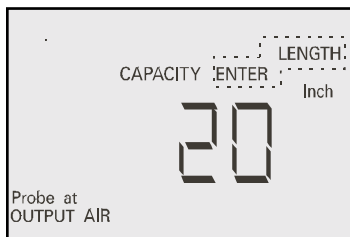

Fig. 15
5.5.5 Le VA500A demande la longueur de la bouche de sortie du système A/C. Au moyen des touches ∇ , Δ , entrez la longueur de la bouche de sortie en pouce (Fig. 14 étape 4 & Fig. 15). **N'APPUYEZ PAS SUR ENTER AVANT L'ETAPE 5.5.7.**